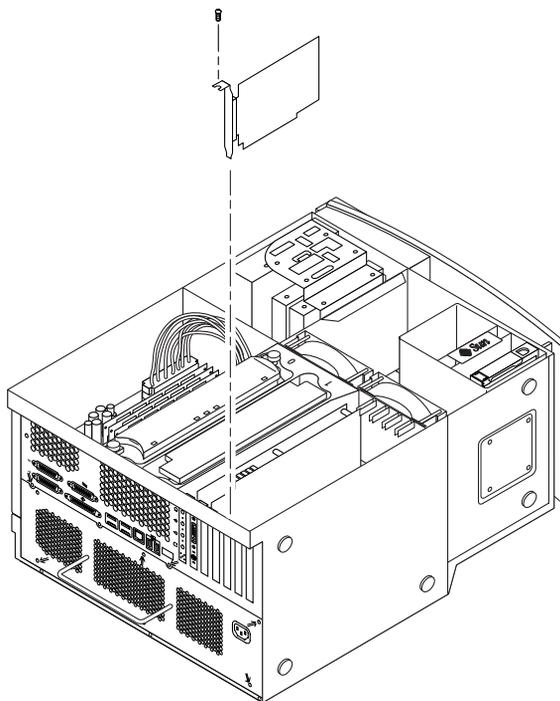

图 12 安装附加显卡或 PCI 卡
2. 用 2 号十字螺丝刀从底架后面板中拆下空卡插槽的金属填充板（请参阅图 12）。